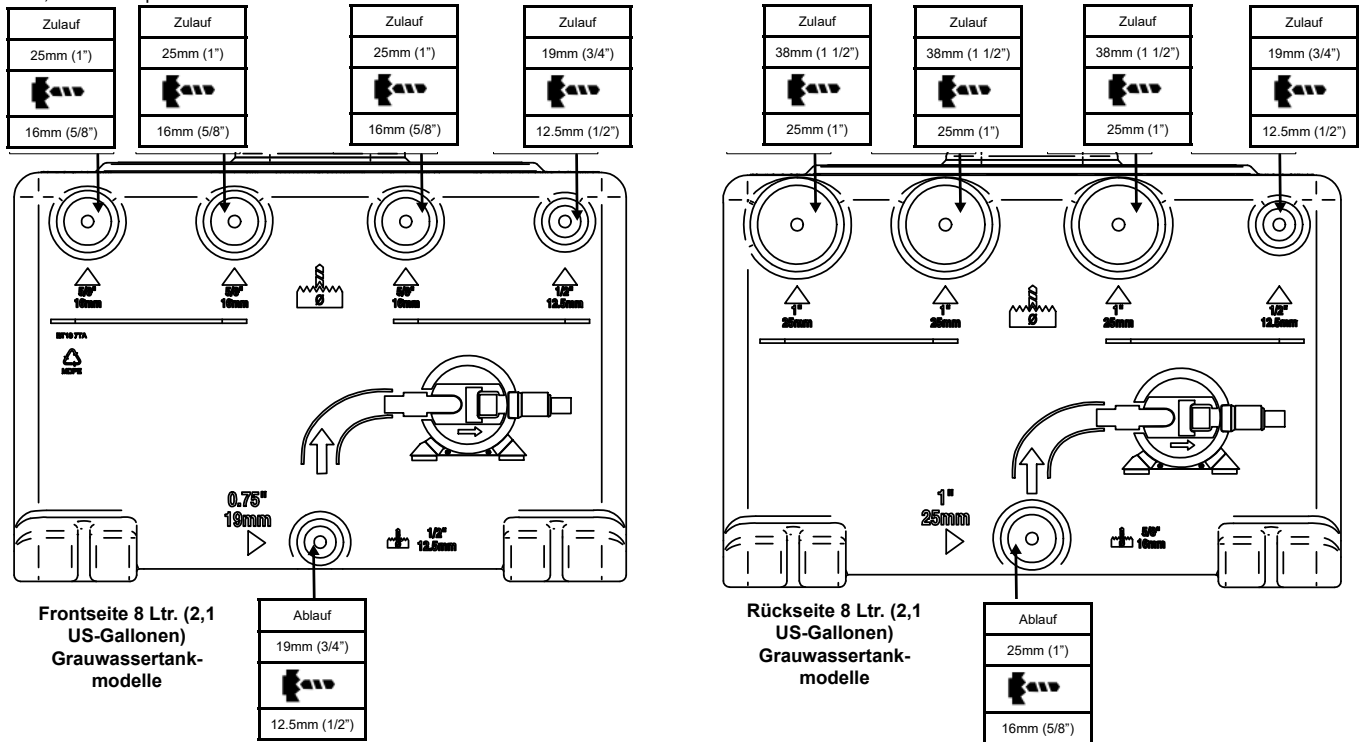
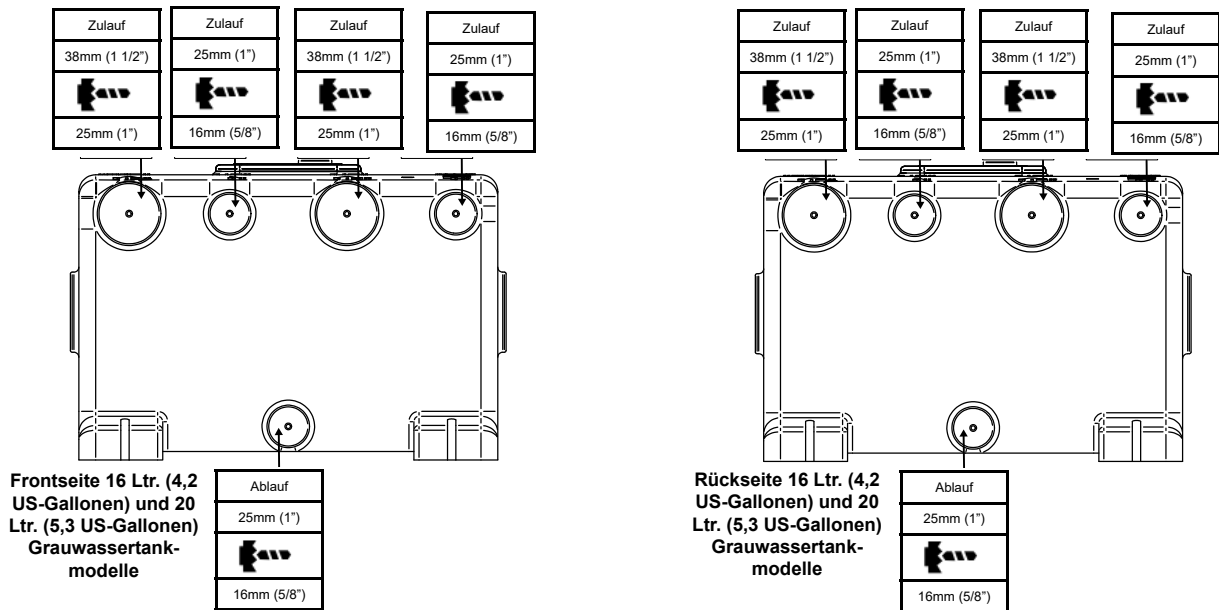

Abbildung 3 Anschlussgrößen & empfohlene Bohrungsdurchmesser für 8 Ltr. (2,1 US-Gallonen) Grauwassertankmodelle
Abbildung 4 Anschlussgrößen & empfohlene Bohrungsdurchmesser für 16 Ltr. (4,2 US-Gallonen) und 20 Ltr. (5,3 US-Gallonen) Tankmodelle
**Schritt 1:** Bohren Sie nur die Anschlüsse, die für die Installation verwendet werden. Die Anschlussgrößen und empfohlenen Bohrungsdurchmesser sind in Abbildung 3 für die 8 Ltr. (2,1 US-Gallonen) und in Abbildung 4 für die 16 Ltr. (4,2 US-Gallonen) und 20 Ltr. (5,3 US-Gallonen) Tankmodelle angegeben. Achten Sie darauf, dass alle Späne nach dem Bohren aus dem Innern des Tanks entfernt werden.